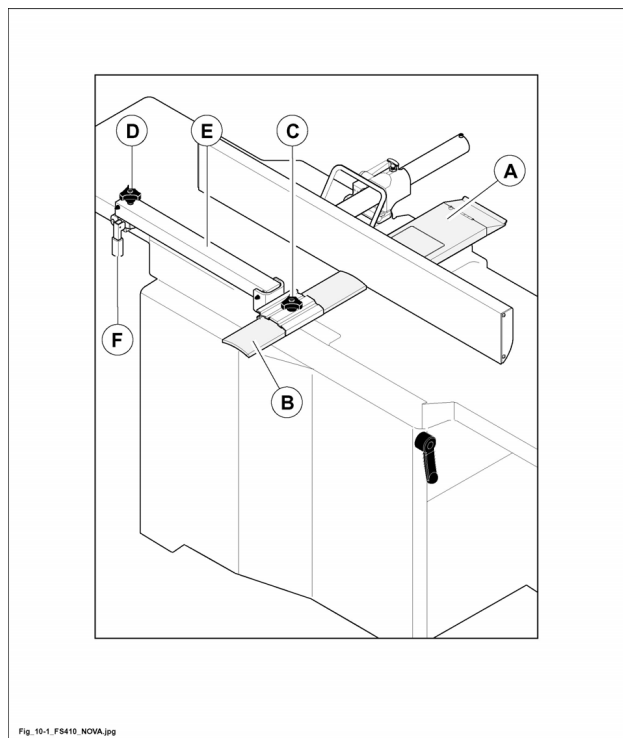

Fig. 10.1
- 1) Ponte della protezione (B fig. 10.1).
- 2) Pomolo di bloccaggio del ponte (C fig. 10.1).
- 3) Pomolo di regolazione in altezza (D fig. 10.1) (altezza massima raggiungibile 75 mm).
- 4) Braccio (E fig. 10.1).
- 5) Leva bloccaggio protezione (F fig. 10.1).
Per regolarla in altezza agire sul pomello (D fig. 10.1); la posizione desiderata viene mantenuta dall'ammortizzatore.